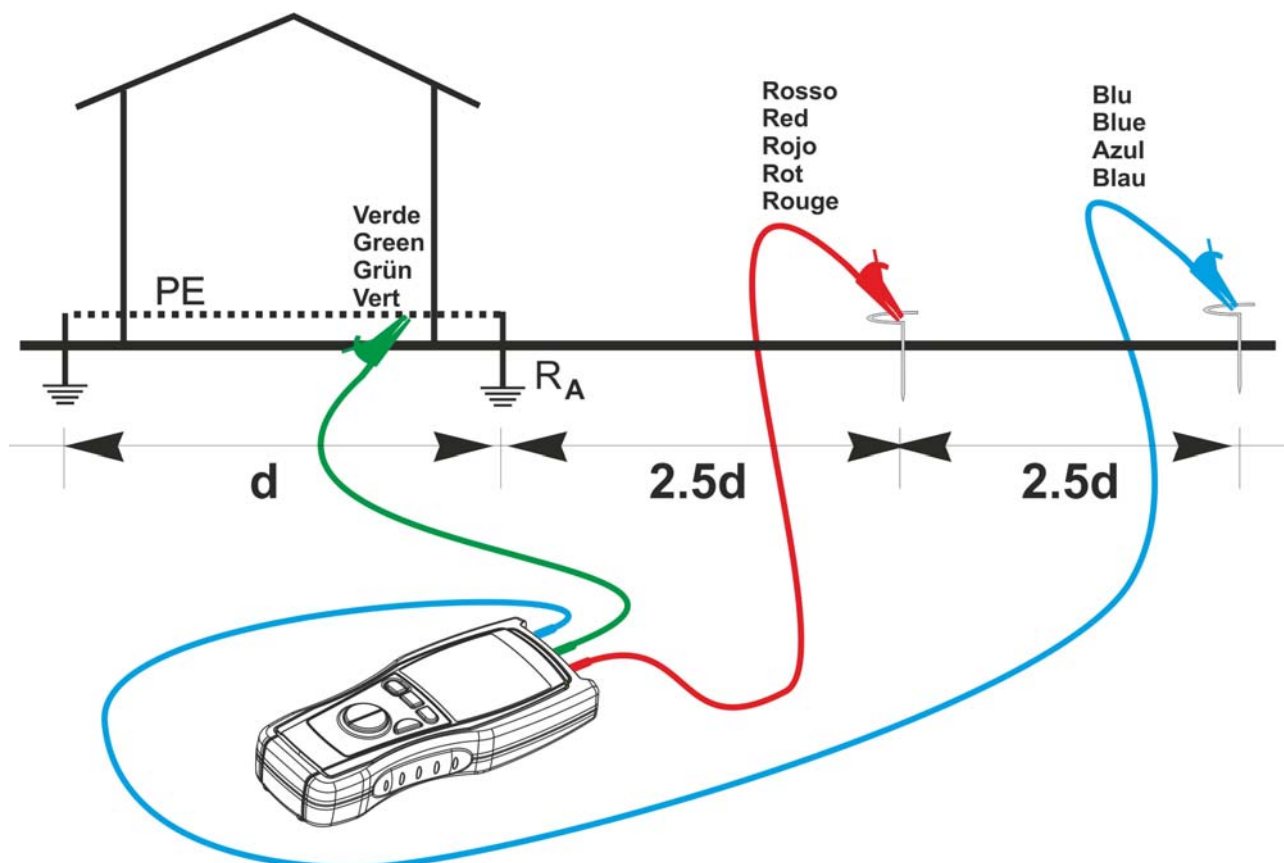

Fig. 6: Connessione dello strumento per la misura di Terra a 3 Punti
7. Collegare i terminali dello strumento nei punti desiderati del circuito in esame (si veda la Fig. 6).